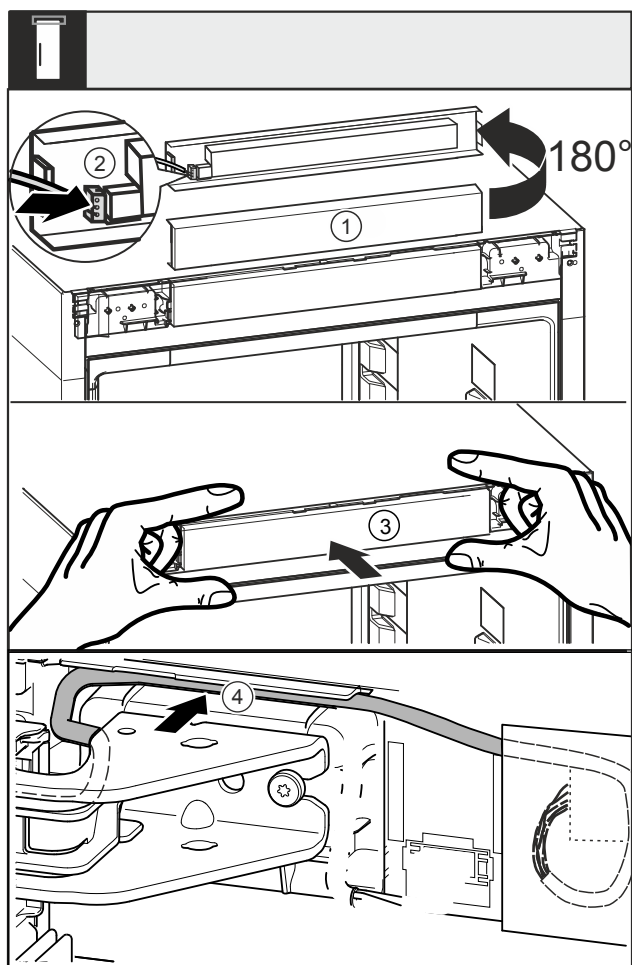

Fig. 47
- ▶ Завъртете капачката Fig. 47 (1) на 180° нагоре.
- ▶ Фиксирайте щекера Fig. 47 (2) към капачката с елементите за управление.
- ▶ Фиксирайте капачката Fig. 47 (3) отново на уреда.
- ▶ Внимателно прокарайте кабела във водача Fig. 47 (4) над горната лагерна стойка.